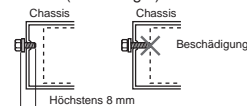

Abbildung 3
4. Benutzen Sie für den Einbau die mitgelieferten Schrauben, da die Verwendung anderer Schrauben zu Beschädigungen führen kann. (Abbildung 3)